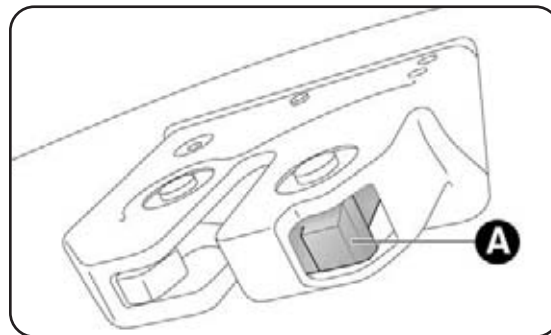

fig. 60
- premi sulla levetta A-fig. 60.